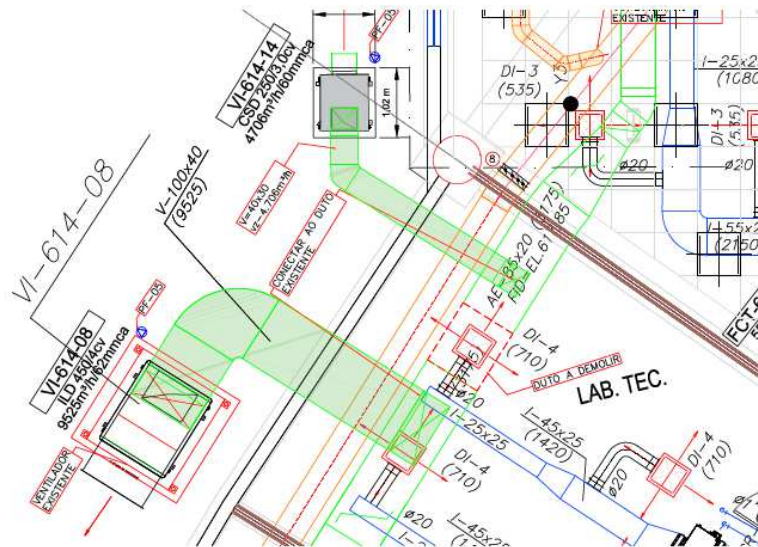

Figura 13 – Duto de Insuflamento VI-614-08 e VI-614-14
- 3.18 A instaladora deverá construir o duto de insuflamento em chapa de aço carbono dos Ventiladores VI-614-08 e VI-614-14, conectando a saída desses ventiladores ao ramal de insuflamento atual, conforme mostrado na figura 13. Deve ser considerado no escopo, flange, parafuso, conexões e lona de isolamento de vibração na saída dos ventiladores.